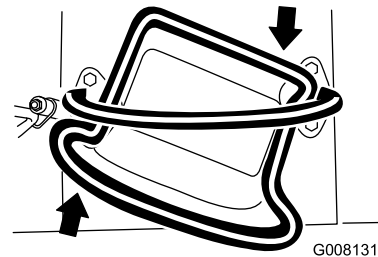

Figura 12
- Para girar a la derecha, gire el control de tracción en sentido horario (Figura 12).